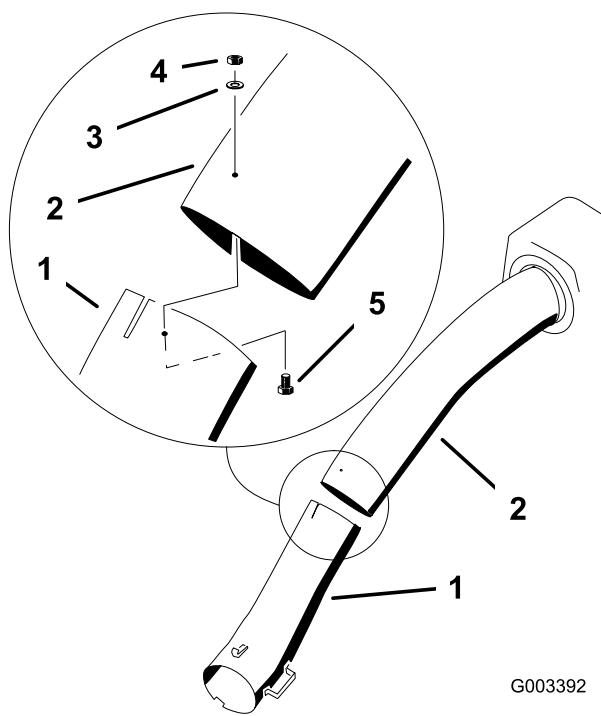

Figura 30
- 14. Unite i tubi superiore e inferiore con 3 bulloni (n. 10 x ¾"), 3 rondelle piane (7/32") e 3 dadi di bloccaggio (n. 10) come illustrato in Figura 30.